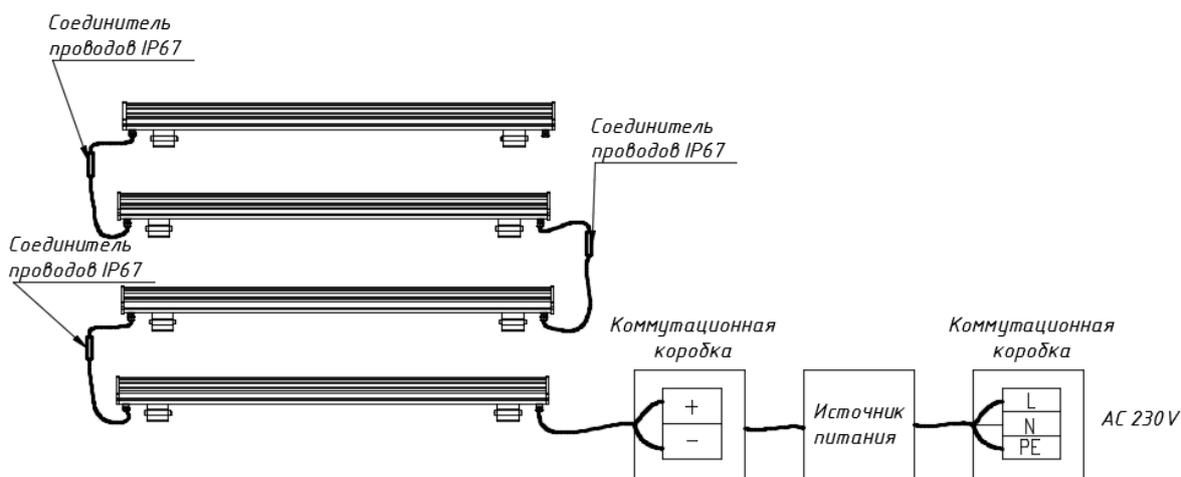

Рис.4
6.6.5. Установить светильник под нужным углом к освещаемому объекту и зафиксировать положение светильника с помощью боковых винтов на поворотных скобах и подключить кабель питания в соответствии с Рис.4. Источник питания при модификации светильника с постоянным напряжением заказывается отдельно. Подать питание на сетевой кабель. Убедиться в работоспособности светильника.